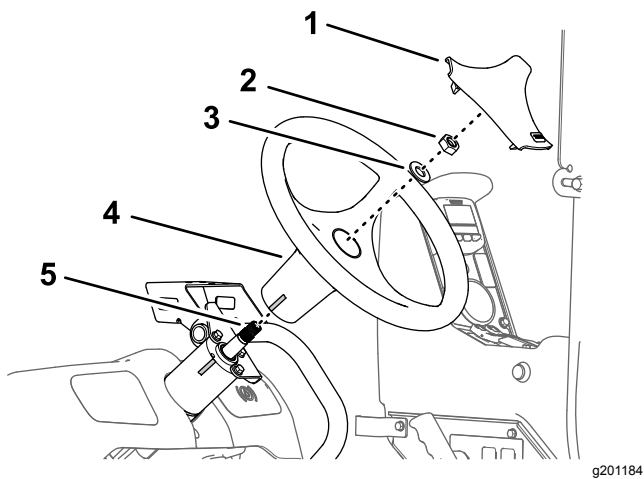

Figura 163
1. Alinee la cinta del volante con la cinta del alojamiento de la válvula de dirección (Figura 163).
- Monte el volante sobre el eje de la válvula de dirección (Figura 163) con la arandela (5/8") y la tuerca (5/8") que retiró en el paso 3 de Retirada del volante (página 74).